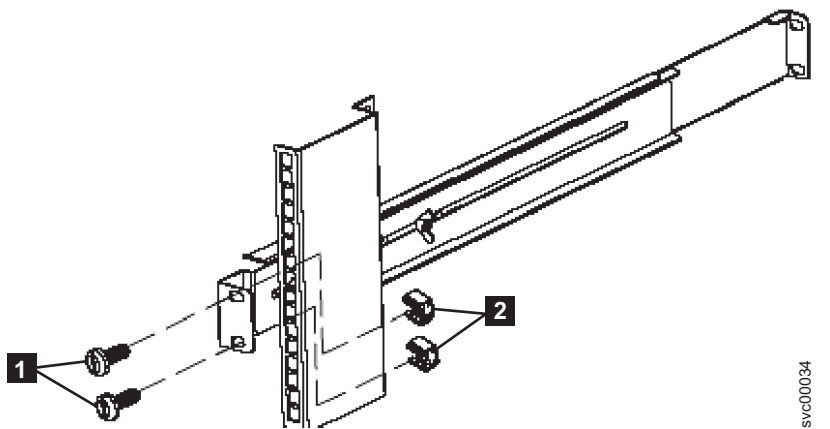

図 325. 2145 UPS-1U の後部レール取り外し
5. 2 つの M6 × 10 ねじ (図 325 の **1**) と 2 つのクリップ・ナット (**2**) をレールの後ろ側から取り外します。